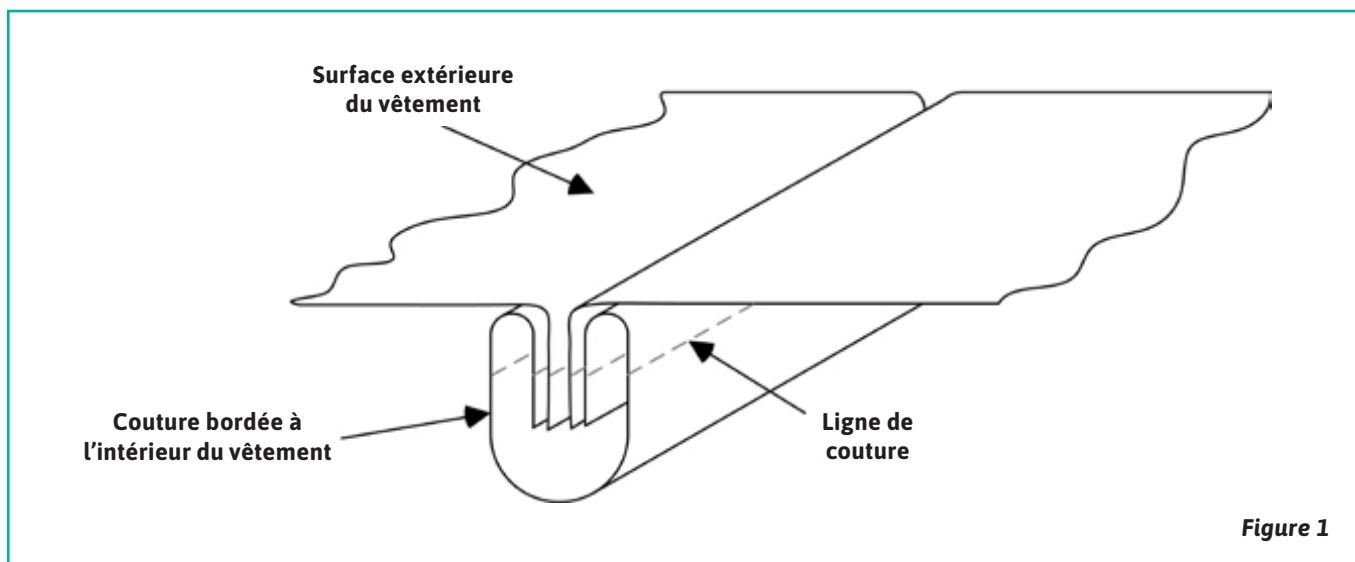

Figure 1
**La construction des vêtements pour salle blanche doit aussi être prise en compte : la norme IEST formule des recommandations concernant la structure des fils et des coutures. Les vêtements pour salle blanche doivent comporter des coutures jointes pour éviter la circulation d'air/le passage de particules de l'intérieur du vêtement vers l'environnement extérieur. La norme IEST recommande pour la construction des vêtements pour salle blanche l'utilisation de coutures bordées, comme illustré à la Figure 1.**